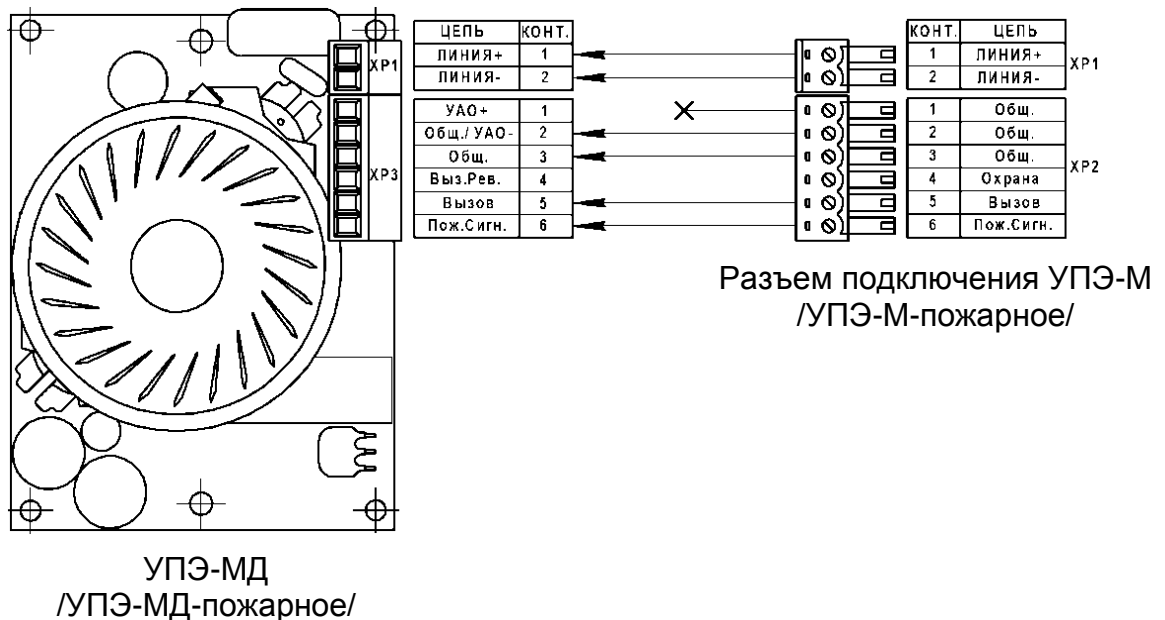

Рисунок 4.2
- При установке устройств УПЭ-МД и УПЭ-МД-пожарное взамен соответствующих устройств УПЭ-М из состава системы СПСЛ-М, необходимо **отключить провод конт.1 разъёма ХР2**, согласно рис.4.2.